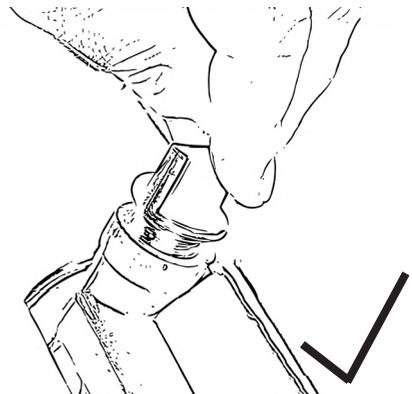

Bild 21
- Skruva loss oljepåfyllningspluggarna med ansluten oljesticka, Fig. 21.